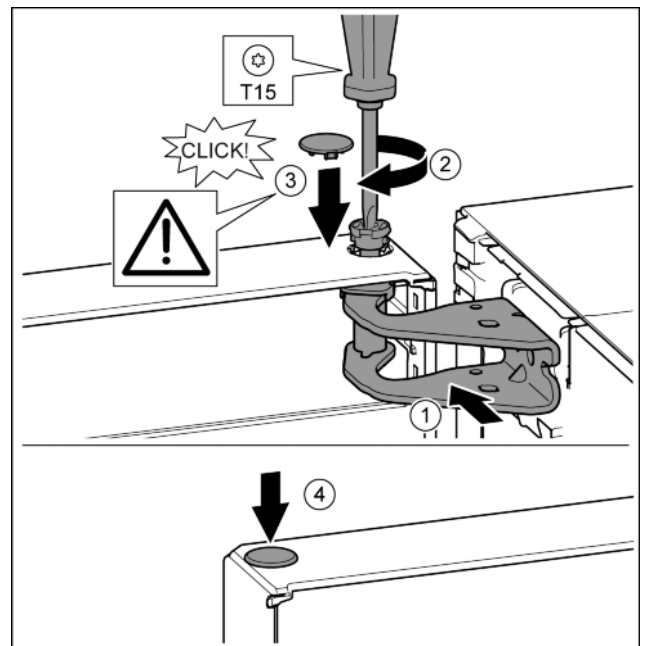

Fig. 16
- ▶ Allineare la porta in alto all'apertura nel blocco di supporto. Fig. 16 (1)
- ▶ Inserire i perni e stringere con il cacciavite T15. Fig. 16 (2)
- ▶ Montare la copertura di sicurezza a protezione della porta: inserire la copertura di sicurezza e controllare se appoggia sulla porta. Altrimenti inserire completamente il perno. Fig. 16 (3)
- ▶ Inserire i tappi. Fig. 16 (4)